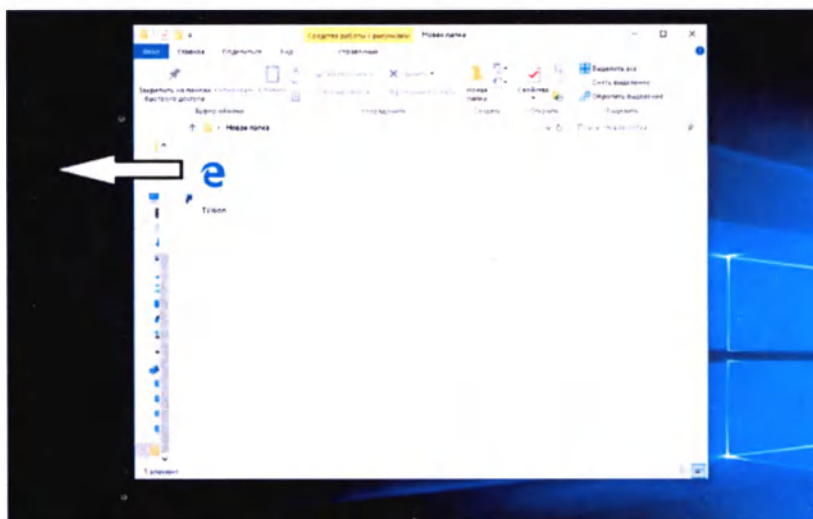

Рисунок 2. Ярлык комплекса МПО «TVision»
- 3) С USB-флэш накопителя перенесите на рабочий стол ярлык «TVision» (**Рисунок 2**)